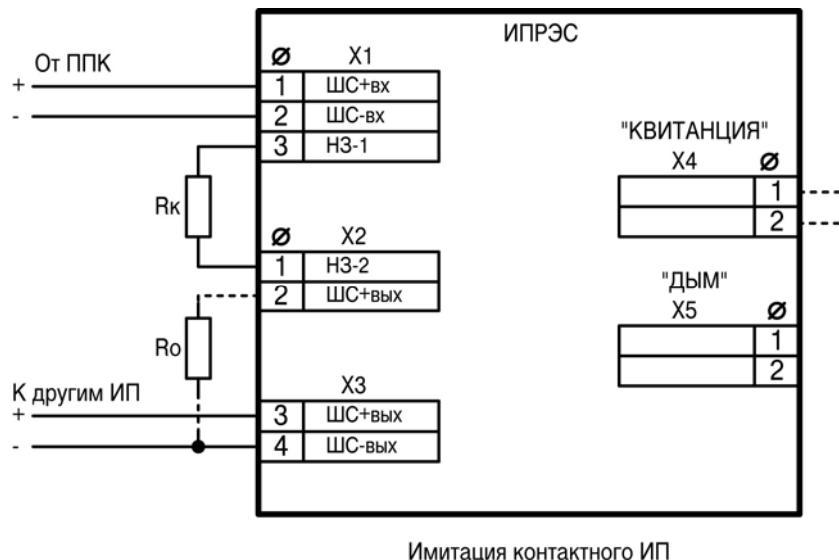

Рисунок 6.2
2.11 Переключение вариантов производится установкой перемычек в клеммные колодки «Дымовой» и «Квитанция», расположенные на плате извещателя, в соответствии с рис. 6.2, 6.3, 6.4.
6.3.2.Схема подключения извещателя в варианте 1 приведена на рис.6.2.